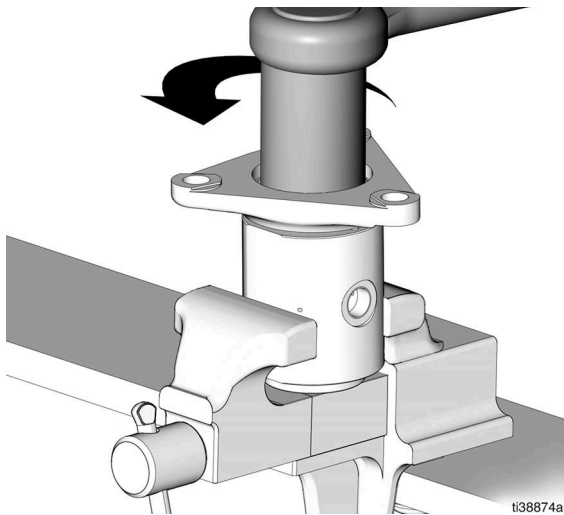

图 16
18. 使用 2 英寸套筒，松开并卸下喉管密封固定螺母 (19) (图 16)。